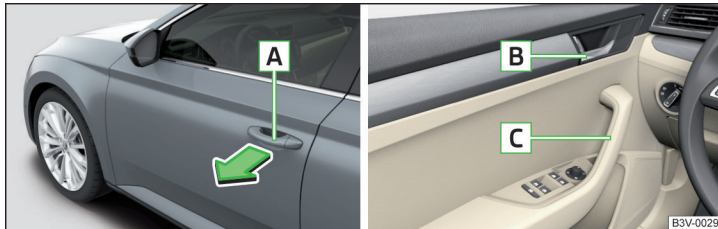

Abb. 56 Türgriff/Türöffnungshebel
- › Zum **Öffnen von außen** das Fahrzeug entriegeln und am Türgriff **A** in Pfeilrichtung ziehen » Abb. 56.